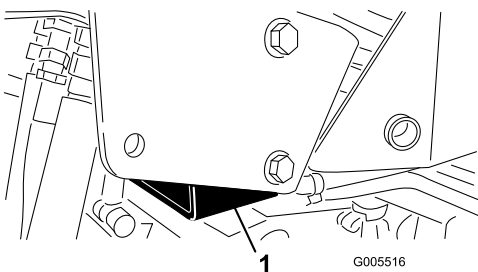

Figura 34
- Lado direito – debaixo do tapete do macaco e próximo do suporte de apoio do sistema de proteção anticapotamento (ROPS) (Figura 34)